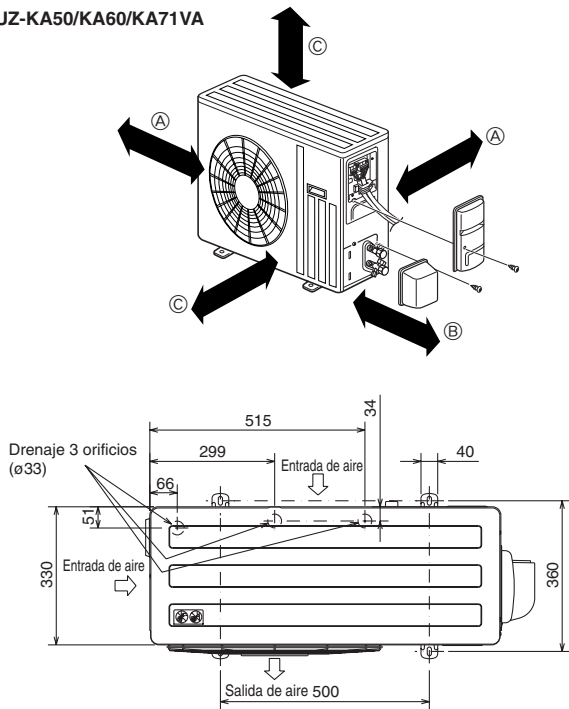

Fig. 3-1
3.1. Unidad exterior (Fig. 3-1)